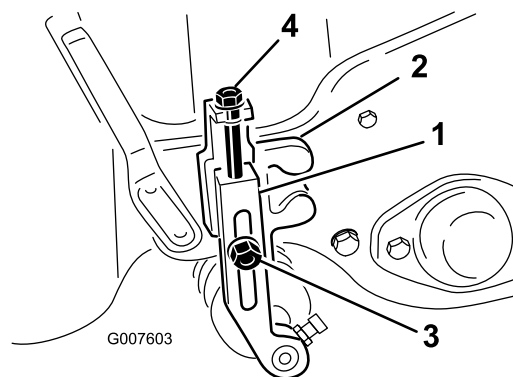

Figure 49
2. Desserrez les contre-écrous qui fixent les bras de hauteur de coupe aux supports de hauteur de coupe (Figure 49).